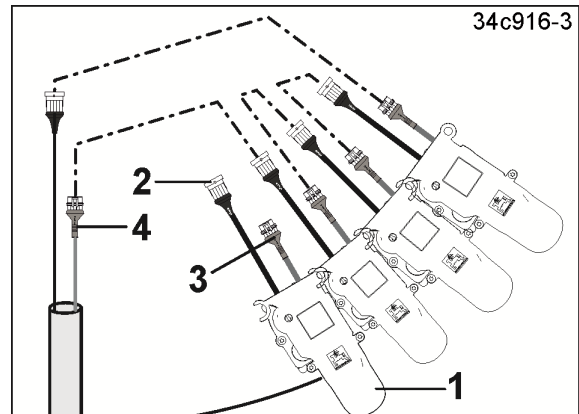

Рис. 222
1. Выключить клапан (Рис. 222/1) технологической колеи.
- 1.1 Отсоединить штекерный разъем (Рис. 222/2) и гнездо (Рис. 222/3).
- 1.2 Подсоединить гнездо (Рис. 222/4).
2. Соединить неиспользуемые штекеры (Рис. 222/2) и гнезда (Рис. 222/3) для защиты от влаги и загрязнений.